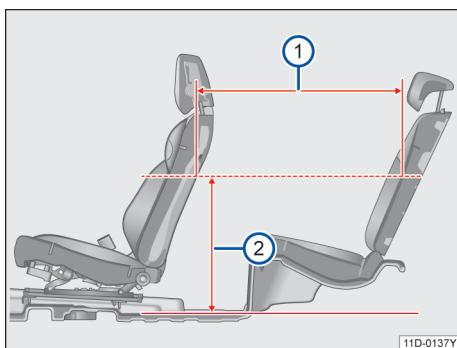

图 70 座间距
当前排座椅前后位置：座椅最后往前滑动 125mm，靠背角为 (19°)，高度位于座椅最低向上调节 37.5mm 位置；后排座椅位于设计位置时，在距离地板位置 620mm 处 → 图 70②，座间距为 836mm → 图 70①。